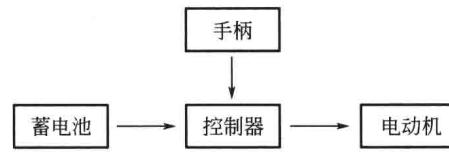

图 1-3 电动自行车工作原理
(1) 普通电动自行车的工作原理 电动自行车是在自行车的基础上加一套电动机驱动机构组成的。由蓄电池提供电源，电动机接通电源后，产生旋转磁场，由电动机发出动力，传给驱动轮而产生牵引力，使车轮旋转前进。在连接器上连接一个转速手柄，转动手柄可以控制控制器输送给电动机的电压，通过变换电压来控制电动机的转速，从而控制电动自行车的车速，其工作原理如图 1-3 所示。